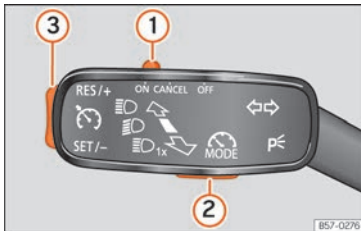

Abb. 228 Links von der Lenksäule: Hebel und Tasten zur Bedienung des Geschwindigkeitsbegrenzers.
Wenn Sie den Geschwindigkeitsbegrenzer – beispielsweise zum Überholen – vorübergehend deaktivieren möchten, bringen Sie den Schalter »» Abb. 228 ① des Blinkerhebels in die Stellung **CANCEL** oder bringen Sie den dritten Hebel zum Druckpunkt **CANCEL** oder drücken Sie die Taste ② eines der beiden Hebel.